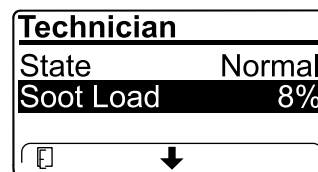

Bild 37
- Zeigen Sie die Rußlast an, die als Prozentsatz des Rußes im Dieselpartikelfilter (Bild 37) gemessen wird, siehe Tabelle für die Rußlast.